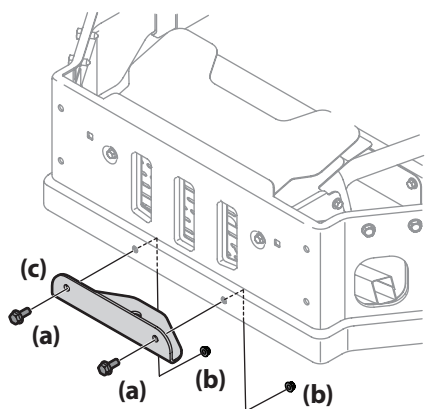

Figure 2-9
1. Retirez les boulons hexagonaux (a) et les écrous autobloquants à bride (b) qui fixent l'attache de remorquage (c) au pare-chocs. Voir Figure 2-9.